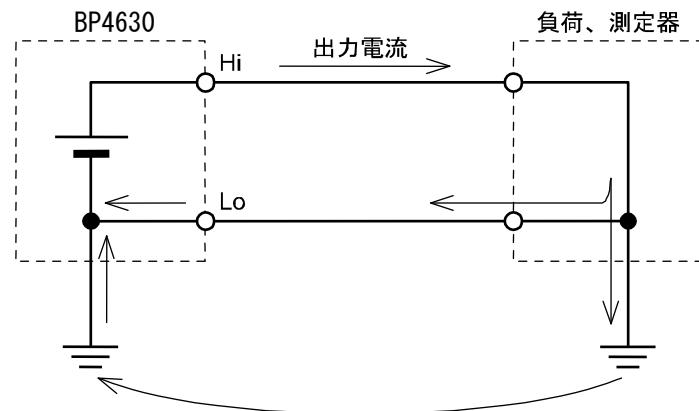

図 2-4 接地された負荷、測定器との接続
- 接地された負荷や、入力部が接地された測定器をこの製品の出力端子に接続しないでください。図 2-4に示すように電源の保護接地線に出力電流の一部が流れ、負荷や測定器に予期せぬ影響を与える恐れがあります。